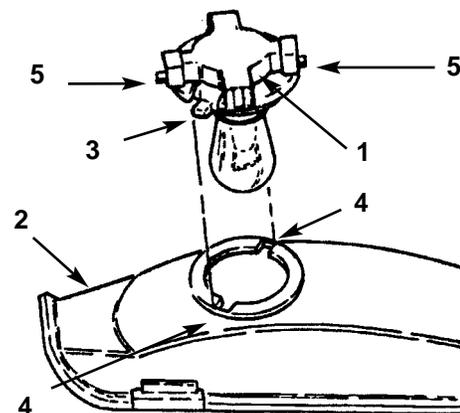

Figure 19
3. Tourner le porte-ampoule d  $\frac{1}{4}$  de tour dans le sens horaire et le déposer du réflecteur (Fig. 19).
2. Le porte-ampoule est muni de deux languettes (Fig. 19). Aligner les deux languettes avec les encoches du réflecteur, installer le porte-ampoule dans le réflecteur et lui donner  $\frac{1}{4}$  de tour dans le sens horaire jusqu'à ce qu'il s'arrête.